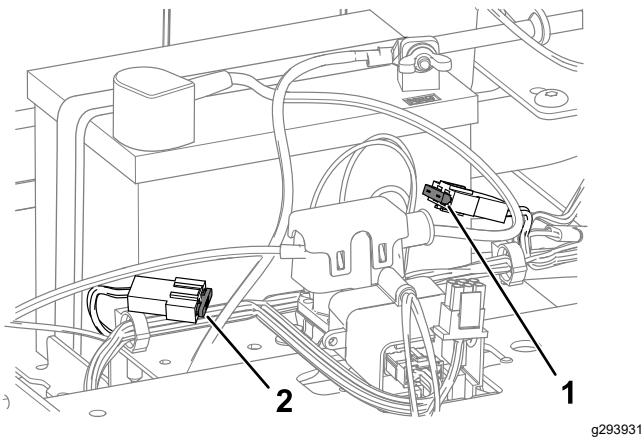

Bild 52
4. Ziehen Sie die Sicherung zum Wechseln heraus (**Bild 52**).